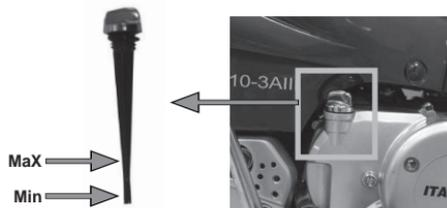

Imagen 21. Tapón-bayoneta del cárter
2. Localizar el tapón-bayoneta del cárter en la parte inferior derecha de la motocicleta. Ver imagen 21.
9. Verificar la ubicación del nivel de aceite, la marca debe estar en la marca de máximo. *Ver imagen 21.*